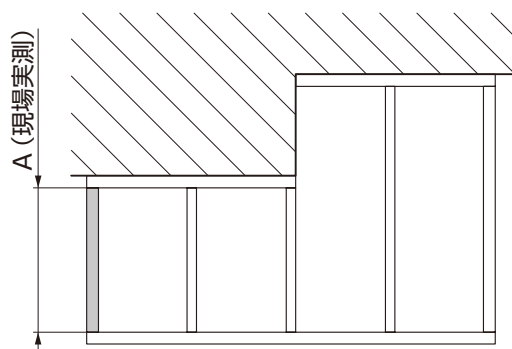
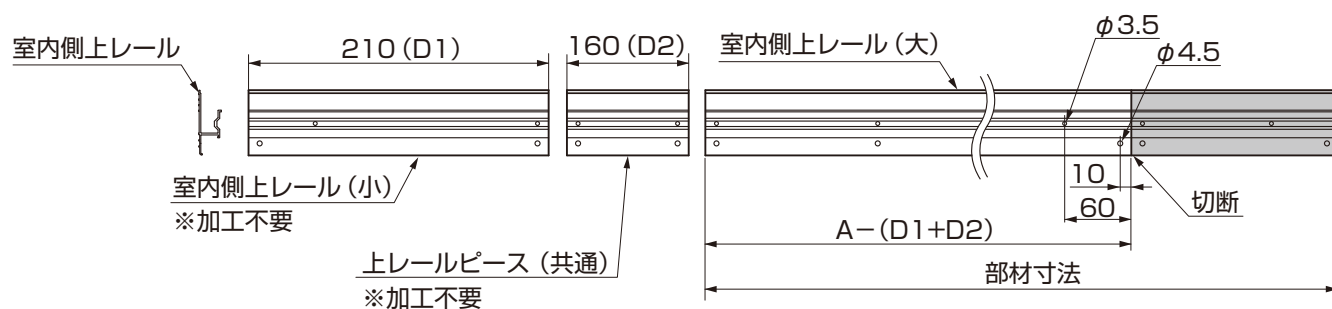
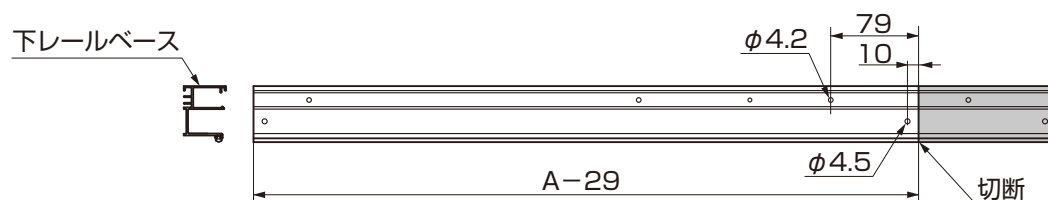
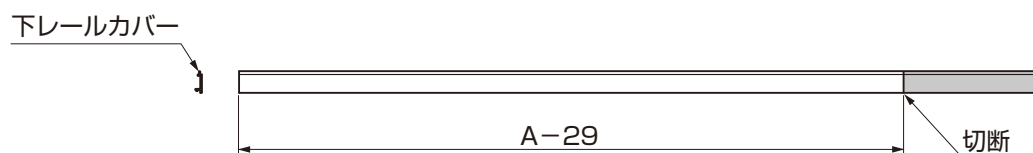

図1-1
図1-2
図1-3
図1-4
- ① 出幅違い側の方立 B～柱内の寸法 A を実測してください。
- ② 図 1-1、図 1-2、図 1-3、図 1-4 を参照して、各部材をそれぞれ加工してください。